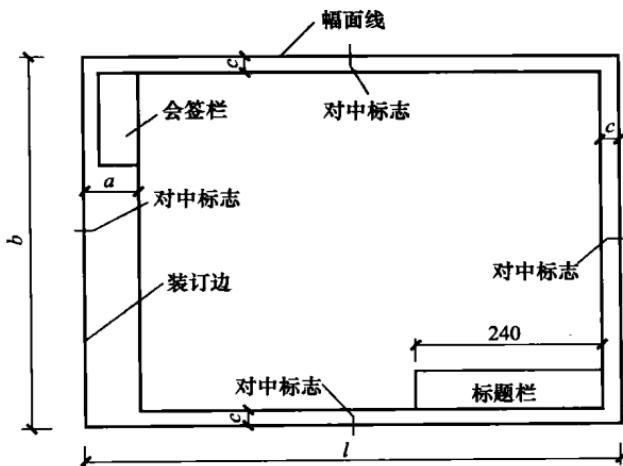
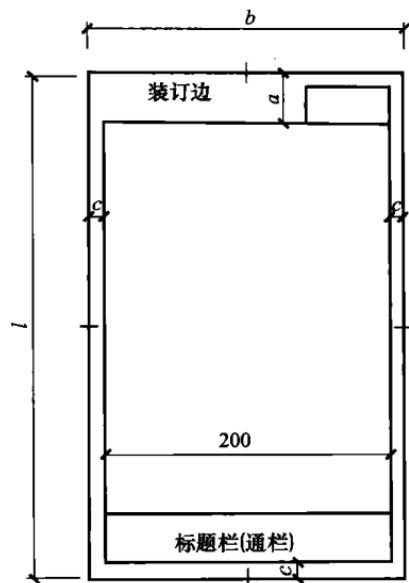

图 1-1 A0~A3 横式幅面 (单位: mm)
图 1-3 A4 立式幅面 (单位: mm)
(1) 幅面的尺寸, 参见表 1-3 及如图 1-1~图 1-3 所示。